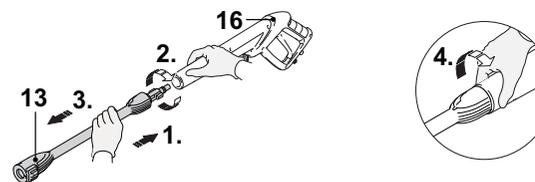

Fig. 9
1. La buse vario (19) doit toujours être montée sur la lance d'extension fixe (13) (Fig. 9).